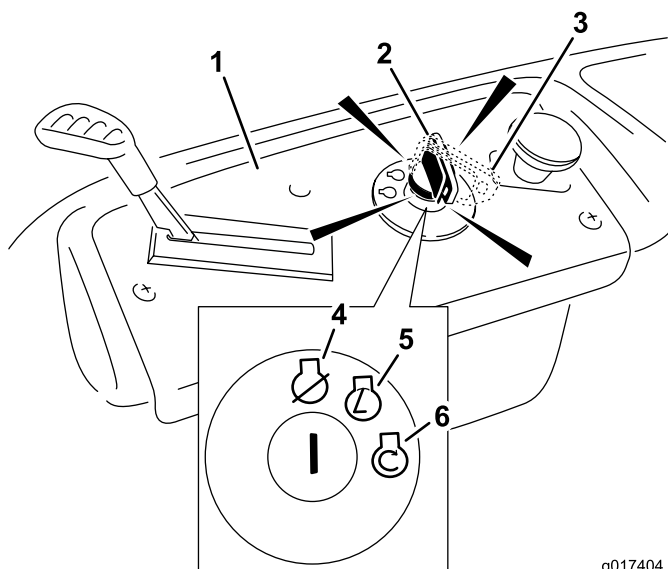

Figura 13
4. Rode a chave da ignição para a posição Start para ligar o arrancador. Quando o motor arrancar solte a chave (Figura 13).
3. Desligue a chave da ignição (Figura 13) e retire a chave.